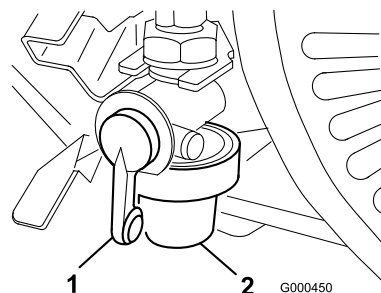

Figura 32
- Cierre la válvula de cierre del combustible y desenrosque el portafiltros del cuerpo del filtro (Figura 32).